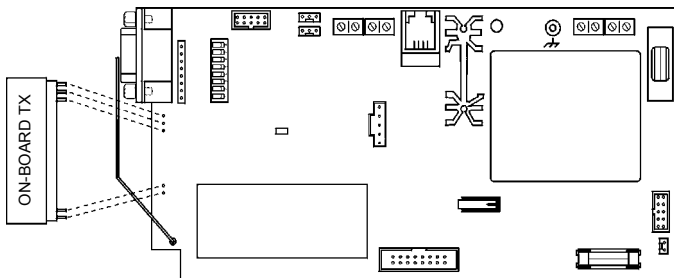

Abbildung 3: Anschließen vom Einbausender
5. Damit die OS826 funktionieren kann muss die ProGuard800 Hauptplatine mit einem Sender ausgestattet sein. Verbinden Sie den Einbausender mit der Hauptplatine, wie in Abbildung 3 dargestellt.